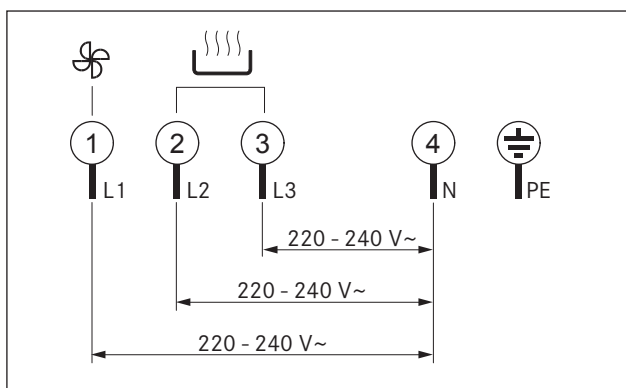

Fig. 6.36 Koblingsskjema 3-fasetilkobling
- ▶ Koble strømledningen til strømtilkoblingen [2] til platetoppen med avtrekk i henho eldende koblingsskjema (se fig. 6.36 Koblingsskjema).